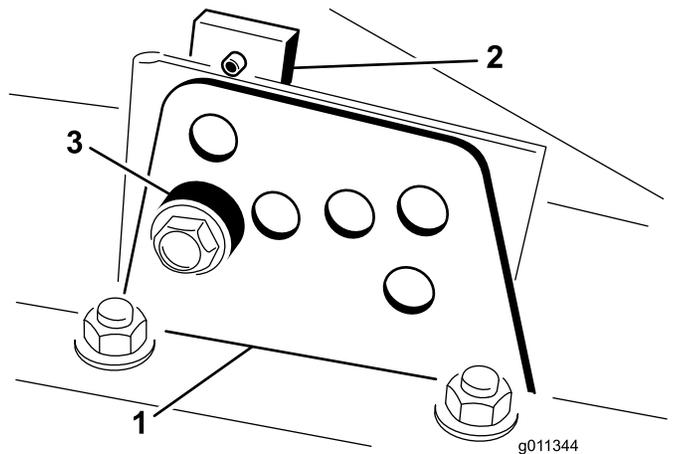

Figura 7
2. Desaperte o parafuso que prende o suporte da altura de corte à placa da altura de corte (frente e de cada lado) (Figura 7).
4. Enquanto estiver suportar a câmara, retire o espaçador (Figura 7).